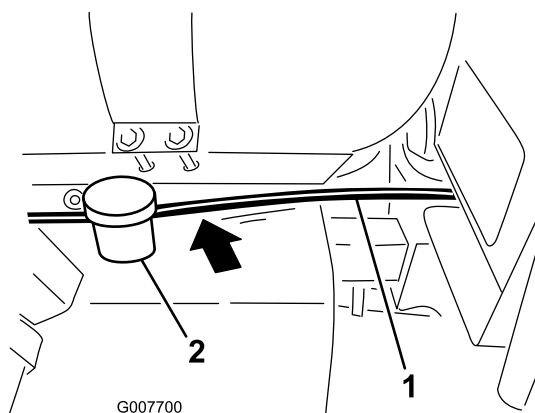

Figure 10
2. Acheminez le flexible du support du traceur à mousse vers l'avant, sous la cuve de produit chimique et derrière le réservoir de carburant, avec le câblage existant, jusqu'à la zone sous le boîtier de siège (Figure 10).